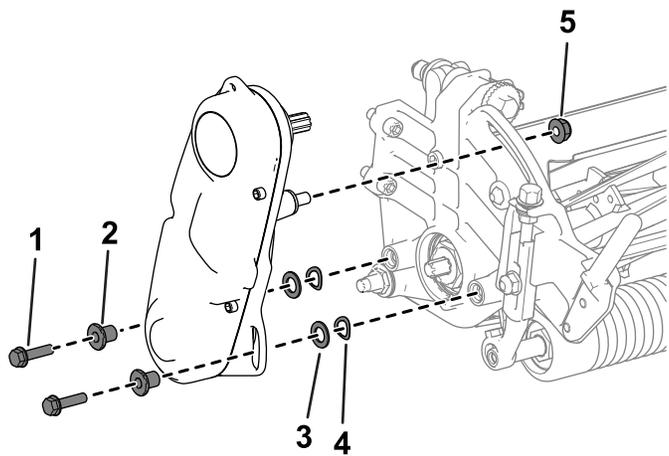

Figura 31
2. Retire las fijaciones que sujetan el conjunto de transmisión del molinete a la chapa lateral (Figura 31).
3. Retire el conjunto de transmisión del molinete, las arandelas planas, las arandelas elásticas y los espaciadores de la placa lateral (Figura 31).